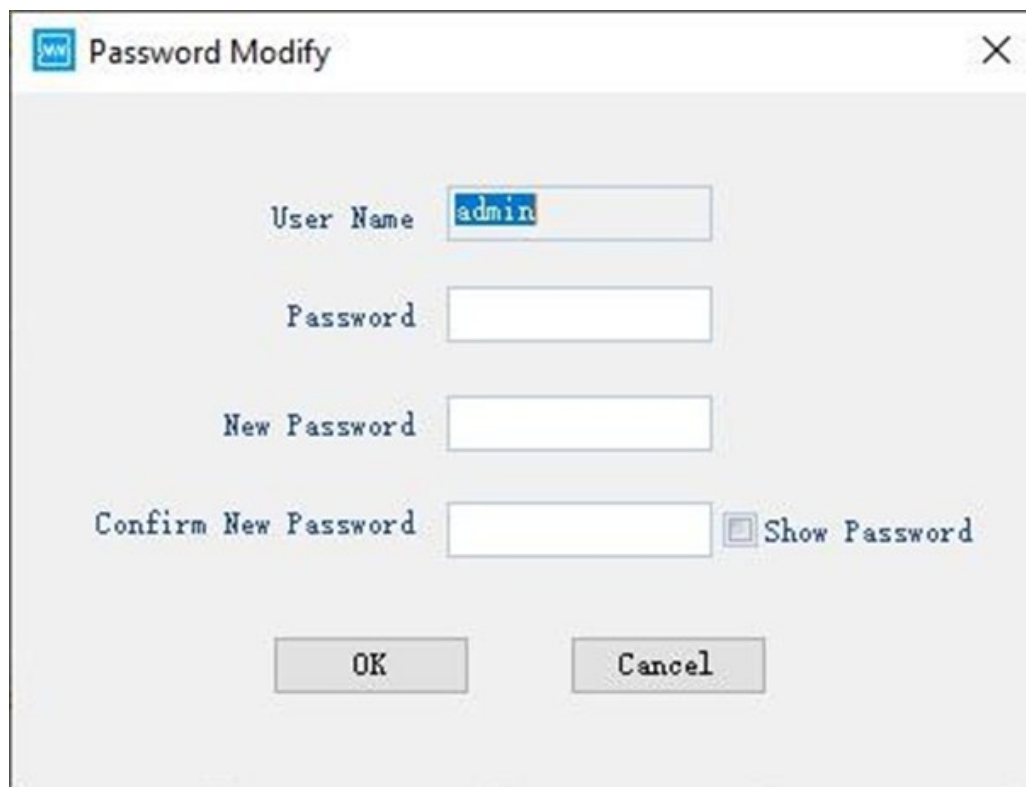

Рисунок 4.17 – Окно смены пароля
- нажмите **«Пользователь (User)»** → **«Изменить пароли (Modify passwords)»**, после ввода старых паролей вам потребуется ввести новые пароли (см. рисунок 4.17).